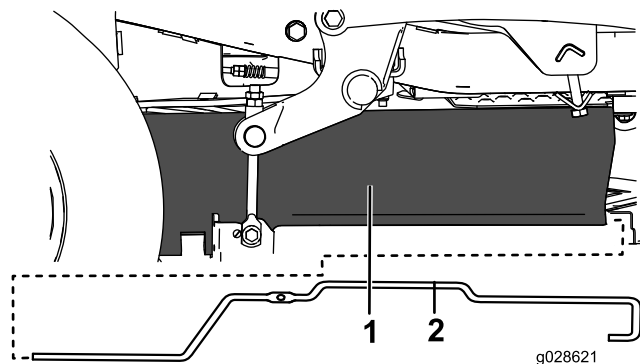

Figure 14
- Insérez la nouvelle tringle de support dans le rideau (Figure 14).